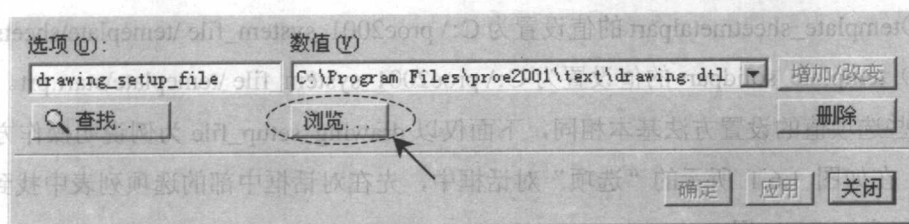

图 1.6.2 “浏览”按钮的位置
② 单击“选项”对话框下部的 浏览... 按钮，如图 1.6.2 所示。